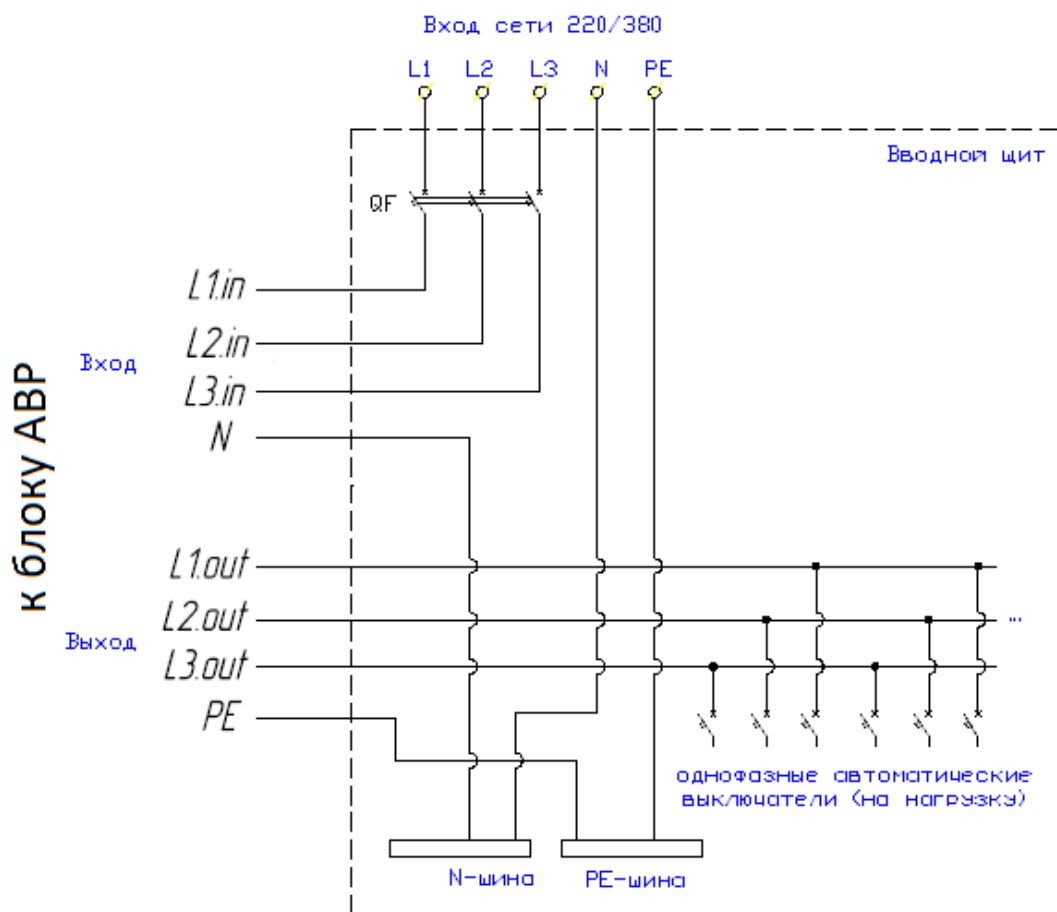

Рис.2. Схема 1
Для подключения блока АВР к сети электроснабжения дома рекомендуется использовать гибкий кабель КГ 4х6 (в этом случае во входящем кабеле будет три фазных и нейтральный проводник, а в выходящем – три фазных проводника и проводник защитного заземления) или КГ 5х6 (в таком случае нейтральные и заземляющие проводники будут присутствовать как во входном, так и в выходном кабеле). При прокладке кабелей открытым способом рекомендуется использовать пластиковую или металлическую гофрированную трубу. Подключение блока АВР к системе электроснабжения дома осуществляется «в разрыв» после вводного автоматического выключателя (QF) главного распределительного щита (Рис.2.).